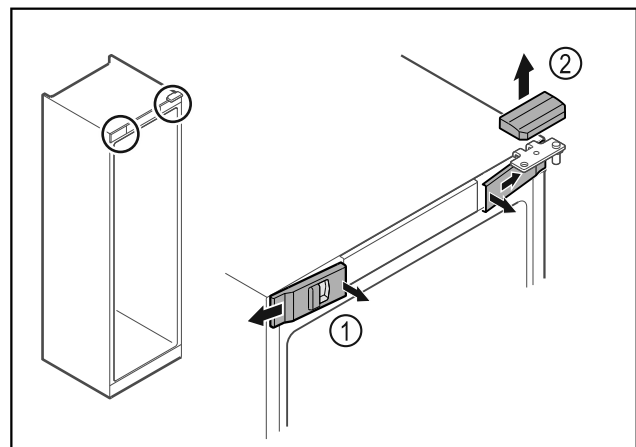

Fig. 7\*
- ▶ Uvolněte uvnitř přední kryty Fig. 7 (1) a sejměte je stranou.\*
- ▶ Horní kryt Fig. 7 (2) odeberte směrem nahoru.\*